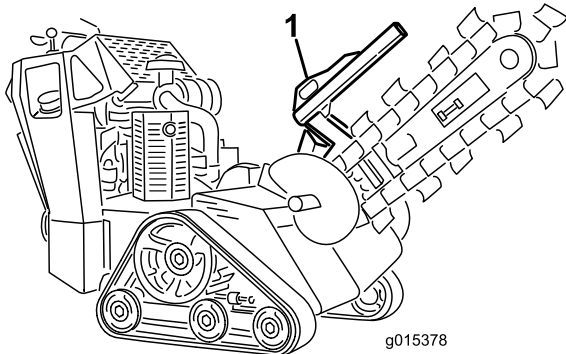
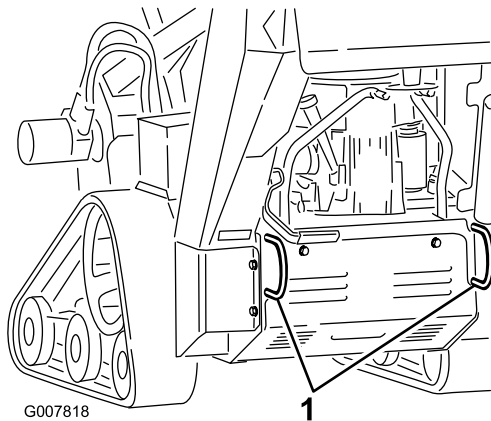

Figura 19
Figura 20
3. Fissate la macchina al rimorchio con catene o cinghie utilizzando gli anelli di attacco/sollevamento sulla parte anteriore e posteriore della macchina (Figura 19 e Figura 20). Fate riferimento alle ordinanze locali per i requisiti relativi ai rimorchi e ai punti di attacco.
La macchina può essere sollevata utilizzando gli anelli di attacco/sollevamento come punti di sollevamento (Figura 19 e Figura 20).